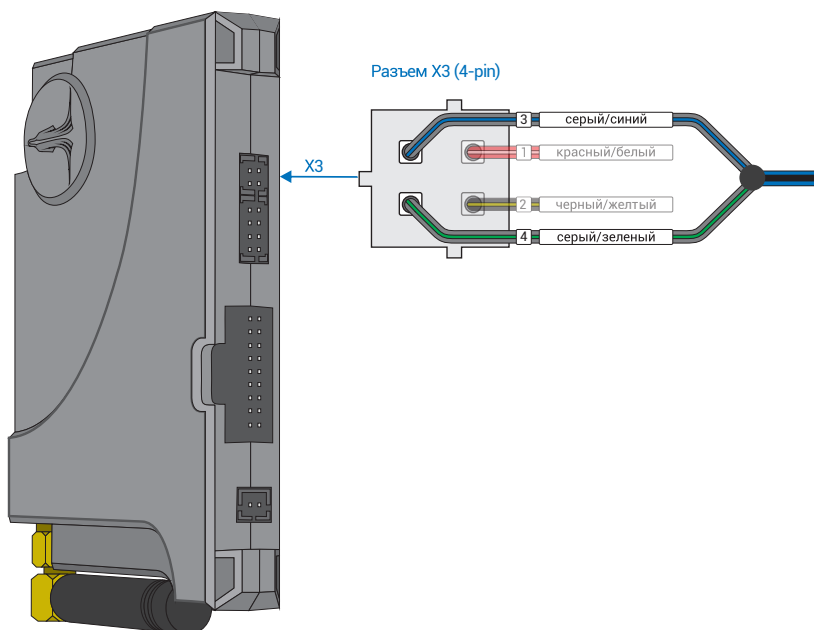

Рис.1 Призрак-8xx
3. Объедините между собой серый/синий провод (контакт №3) и серый/зеленый провод (контакт №4), находящиеся в разъеме X3 (см. рис.1). Подключите их к шине данных а/м: синий/черный провод (контакт №11) слева наверху на торце салонного блока предохранителей (см. рис. 2-3).